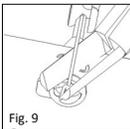

Fig. 9
■ **Fig. 9** Til sidst klippes skaftet af ved hovedpladen med bidetangen (REF 8000 171). Den derved opståede stift på hovedpladen understøtter senere fikseringen af transplantatet mellem hovedpladen og trommehinden og forebygger en postoperativ dislokation. Længden af stiften kan varieres, men skal dog under alle omstændigheder korrelere med tykkelsen af det forudsatte transplantat.